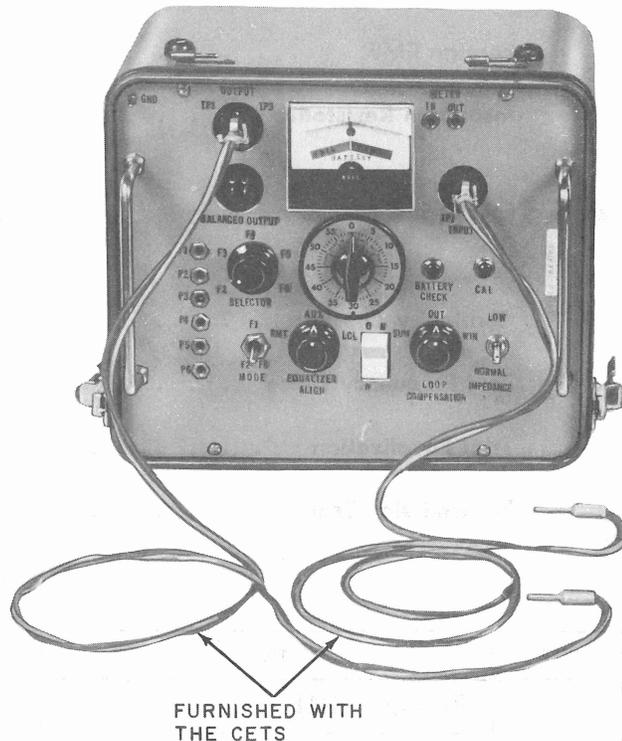

Fig. 1—Cable Equalizer Test Set
- (1) One J1C150K Cable Equalizer Test Set (CETS) (Fig. 1)